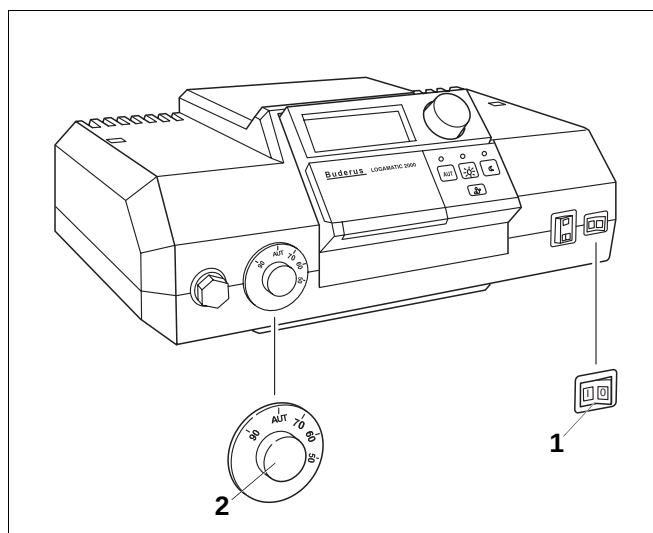
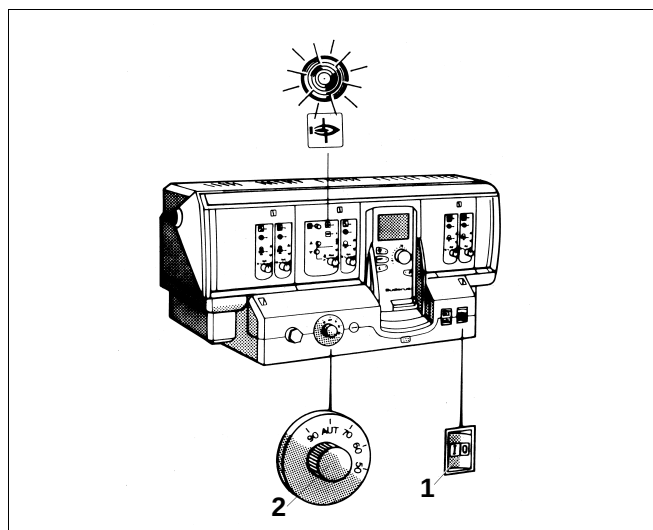

Fig. 28 Système de régulation Logamatic 2000
Fig. 29 Système de régulation Logamatic 4000
- Mettre l'interrupteur de mise en marche (fig. 28, **pos.1** resp. fig. 29, **pos.1**) en position „I“ (ON).
- Mettre le thermostat de la chaudière (fig. 28, **pos. 2** resp. fig. 29, **pos. 2**) sur "AUT". Dans le cas d'une régulation à température constante régler sur la température souhaitée (min. 65 °C).